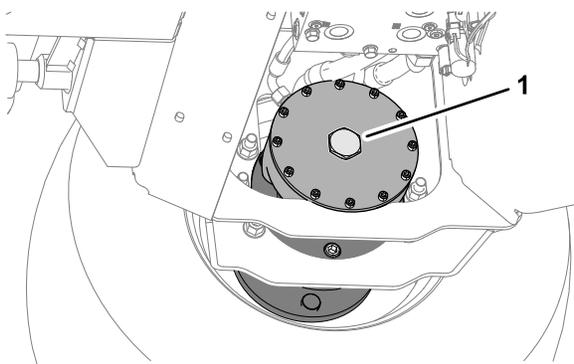

Figura 40
2. Montate il tappo esagonale sulla piastra terminale del motore (Figura 40).
6. Riponetevi i 2 bulloni 12 x 40 mm e le 2 rondelle da 12 mm che si trovano nelle guide di sostegno della pedana (Figura 40).